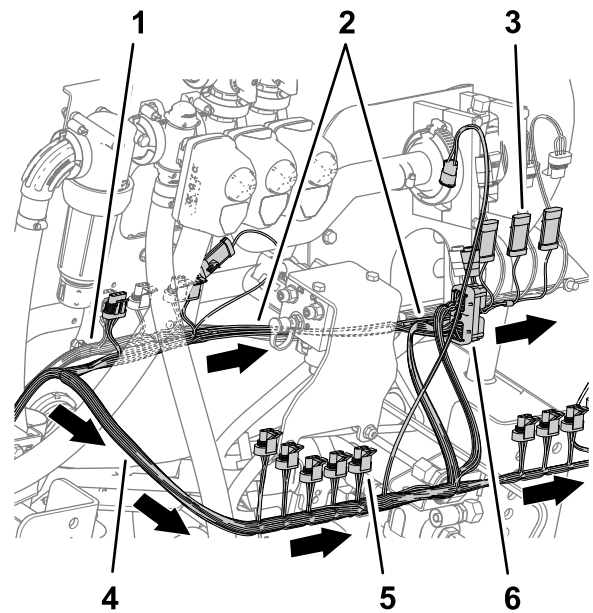

Figure 85
- À l'arrière de la machine, acheminez la branche de 89 cm du faisceau vers l'avant du collecteur de levage et à droite du débitmètre, comme montré à la Figure 85.
- Acheminez la branche de 102 cm du faisceau vers l'arrière du collecteur de levage et vers la droite, comme montré à la Figure 85.